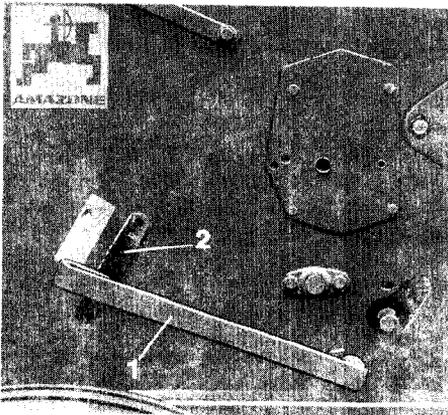
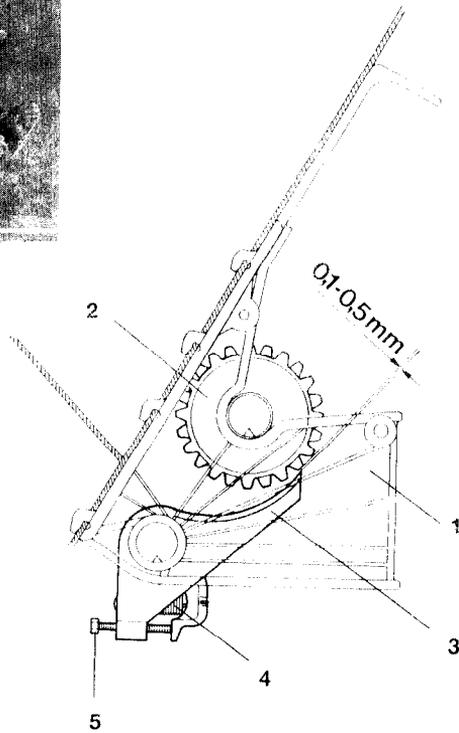

Fig. 41a
Fig. 41b
Die für die Aussaat erforderliche Saatgutmenge wird in den Sägehäusen dosiert. Das Saatgut strömt aus dem Saatkasten in die Sägehäuse. Im Sägehäuse (Fig. 41b/1) schließen Särad (Fig. 41b/2) und Bodenklappe (Fig. 41b/3) das Saatgut wie in einer Dosierkammer ein. Die dosierte Saatgutmenge wird vom Särad zum Rand der Bodenklappe gefördert, wo sie in das Saatileitungsrohr fällt, das zu dem Särschar führt. Unterschiedliche Korngrößen erfordern die Anpassung der Dosierkammer an jede Korngröße. Diese Anpassung erfolgt durch Heben und Senken der Bodenklappe mit Hilfe des Bodenklappenstellhebels (Fig. 41a/1). Größeren Fremdkörpern, die mit dem Saatgut zwischen Särad und Bodenklappe gelangen, weicht die Bodenklappe nach unten hin aus. Eine starke Rückholfeder (Fig. 41b/4) bringt die Bodenklappe sofort in Arbeitsstellung zurück.
Der Bodenklappenstellhebel (Fig. 41a/1) ist am Rastenblech (Fig. 41a/2) in Stellung „1“ zu bringen.
– Zu überprüfen ist, ob der vorgeschriebene Abstand von 0,1 mm bis 0,5 mm (siehe Fig. 41b) in jedem Sägehäuse zwischen Bodenklappe und Särad eingehalten wird. Dabei ist das Särad von Hand auf der Säwelle zu drehen.
– Der vorgeschriebene Abstand ist bei Abweichungen mit der Federspannschraube (Fig. 41b/5) einzustellen.